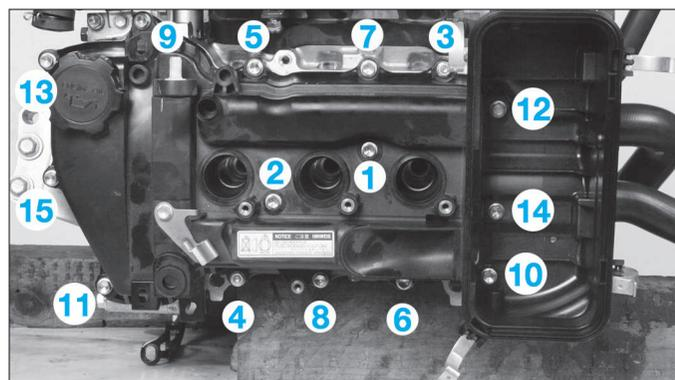

FIG. 40
- Reposer le couvre culasse et serrer dans l'ordre indiqué (Fig.40).